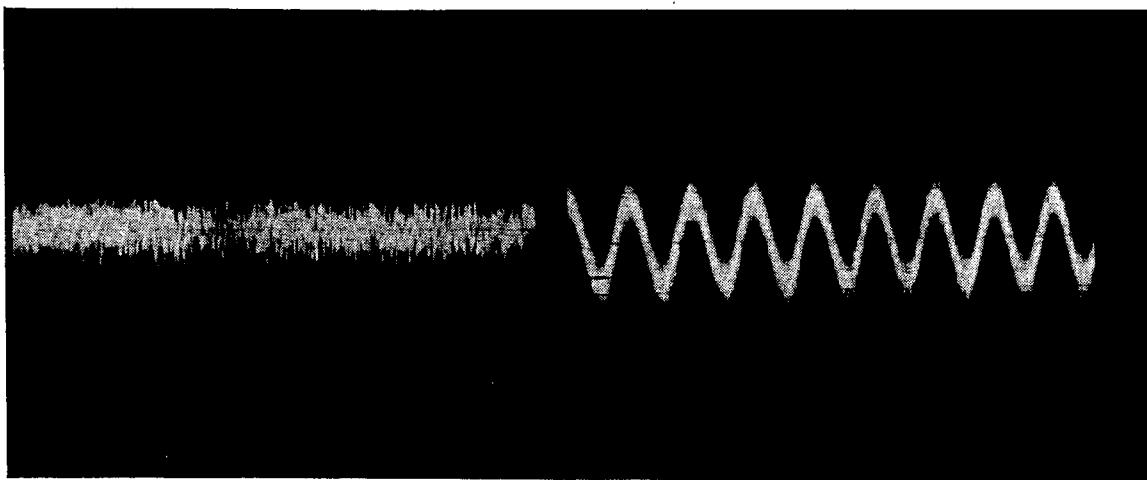

Abb. 1 Kontrolle der Empfängerempfindlichkeit
Der HF-Spannungsteiler ⑫ und ⑬ ist soweit zurückzudrehen, daß auf dem Oszilloskopbild nur mehr das Rauschen des Empfängers sichtbar ist. Am Oszilloskop ist die Rauschamplitude auf z. B. 1 cm einzustellen und mit dem HF-Spannungsteiler ⑬ das HF-Signal soweit zu erhöhen, bis die Signalamplitude den doppelten Wert (z. B. 2 cm) der Rauschamplitude auf dem Oszilloskopbild beträgt (Abb. 1).